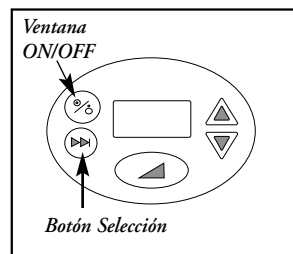

Figura 9
5. Cuando se despierte por la mañana, apriete el botón ON/OFF para apagar el ventilador **Figura 9**.